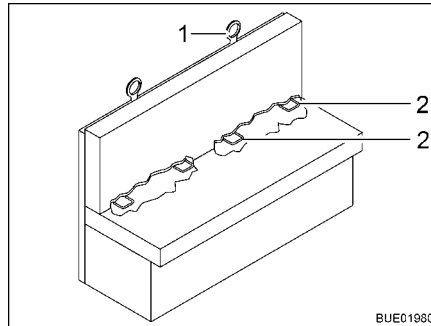

Bild 27 Isofix-barnsäkring
Om fordonet är utrustat med Isofix-barnsäkring, är sätena som är lämpade för den märkta med en Isofix-symbol. Dessa säten har ett handtag (Bild 27,2) och en annan förankringspunkt uppe på ryggstödet (Top Tether) (Bild 27,1). Använd för Isofix lämpade bilbarnskydd. Bilbarnskydden har låsarmar som hakas in i sätets handtag.
- Om det är möjligt skall barnstolen också fästas vid Top Tether (Bild 27,1).